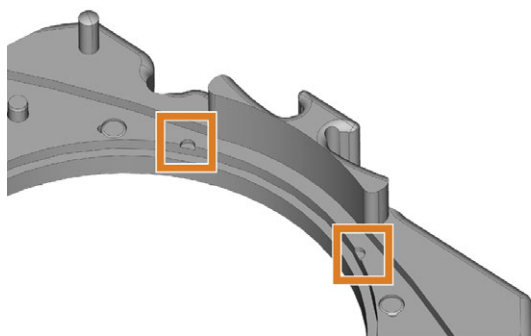

FIG. 34 LES ENCOCHES (MARQUÉES EN ORANGE) DOIVENT ÊTRE ALIGNÉES AVEC LES MARQUES BLEUES POUR UN REMONTAGE PLUS SÉCURITAIRE
- g. Si le disque a été marqué pour un remontage, tournez le disque jusqu'à ce que la marque soit alignée avec les encoches correspondantes (marqué en orange) du cadre de pièces brutes (☞ Fig. 34 en dessous).